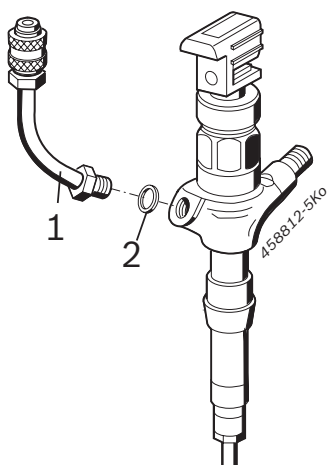

Fig. 2: Slangledning
1. Skruva in och dra åt slangledning 1 680 712 368 (fig. 2, pos. 1) med packningsring (fig. 2, pos. 2) i returledningsöppningen till Denso CRI Piezo.